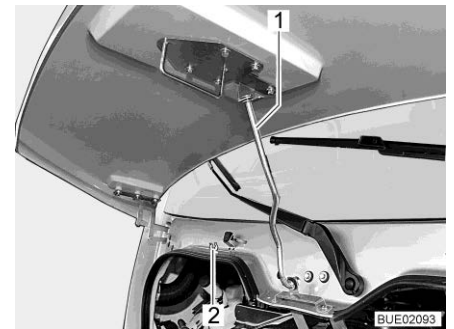

Fig. 49 Barra di sicurezza (Ixeo I)
- Prelevare la barra di sicurezza (Fig. 49,1) dal supporto (Fig. 49,2) e agganciarla nell'attacco del cofano motore.
- Sganciare la barra di sicurezza (Fig. 49,1) dall'attacco sul cofano motore e spingerla nel supporto (Fig. 49,2).